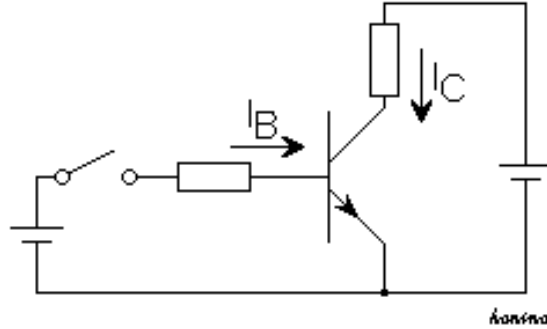

ABBILDUNG 2. Stromkreise beim Transistor
3.2. Verstärker in Emitterschaltung. Schaltung nach Abbildung 2 des Aufgabenblatts. Der variable Widerstands R_V wird so eingestellt, dass die Hälfte der Betriebsspannung am Transistor und die andere Hälfte an R_C abfällt: